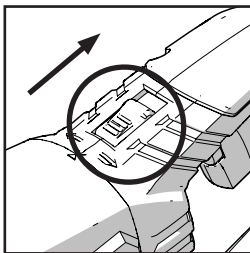

Fig. 8
- Glisați și țineți apăsat butonul de rotire a mânerului spre spate. (Fig. 8)